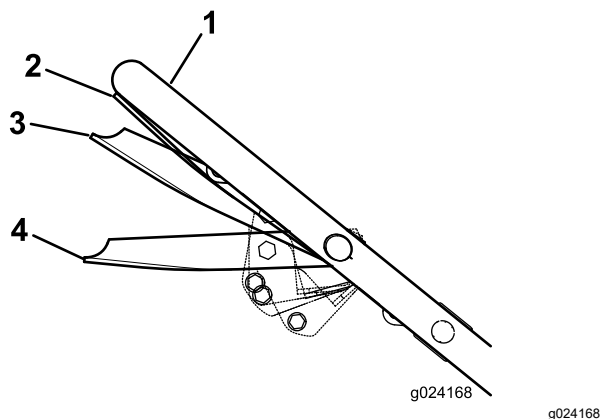

Figura 17
3. Apriete la barra de control de la cuchilla contra el manillar hasta la posición Marcha/avance (**Figura 17**).
Importante: Si cambia de velocidad mientras aprieta la barra de control de la cuchilla contra el manillar en la posición de **Marcha/avance**, podría dañar la transmisión. Mueva la barra de control de la cuchilla a la posición **Marcha/cambio** (Figura 17) antes de cambiar la velocidad de avance.